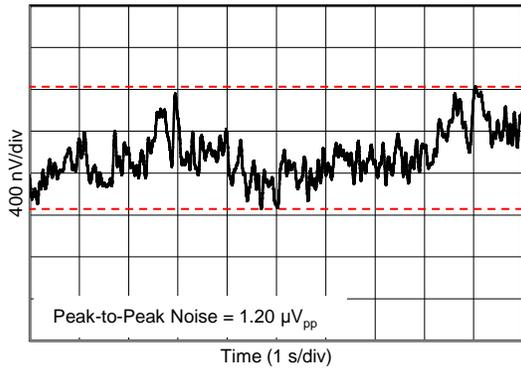

Figure 13. 0.1-Hz TO 10-Hz NOISE
0.1-Hz to 10-Hz Noise	Figure 13